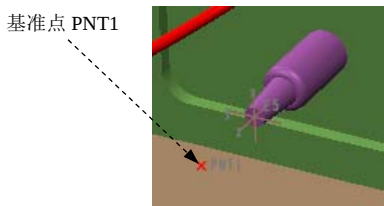

图 17.2.43 选取位置参考
(2) 右击 **至** 区域下的文本框中 **选择项** 字符，在弹出的快捷菜单中选择 **添加位置** 命令，系统弹出“位置”操控板，选取图 17.2.43 所示基准点 PNT1 为位置参考，在操控板中单击  按钮。
(1) 在“布线缆”对话框中选择  CABLE_1:C1-1，右击  区域下的文本框中 **选择项** 字符，在弹出的快捷菜单中选择 **添加位置** 命令，系统弹出“位置”操控板，选取图 17.2.43 所示基准点 PNT1 为位置参考，在操控板中单击  按钮。
(1) 在“布线缆”对话框中选择  CABLE_1:C1-2，右击  区域下的文本框中 **选择项** 字符，在弹出的快捷菜单中选择 **添加位置** 命令，系统弹出“位置”操控板，选取图 17.2.43 所示基准点 PNT1 为位置参考，在操控板中单击  按钮。